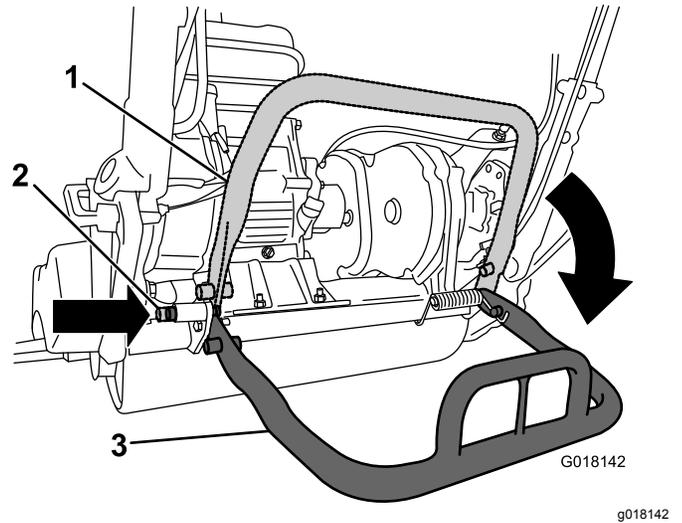

图5
2. 放下支撑架并推入锁定销将支撑架锁定在维修位置 图 5。机器可以停放在锁定的支架上。